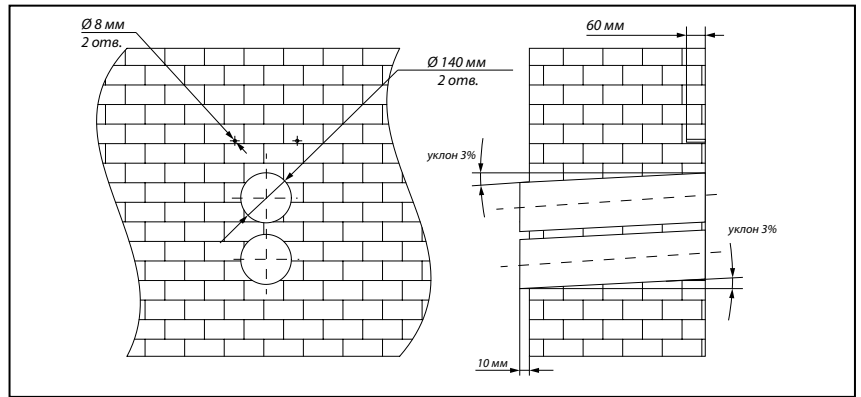

Рис. 6.
3. Снимите шаблон и высверлите сквозные отверстия для воздухопроводов под наклоном 2–3° в сторону улицы и отверстия глубиной 60 мм для дюбелей. Установите дюбеля из комплекта поставки в соответствующие отверстия, рис. 6.
3. Снимите шаблон и высверлите сквозные отверстия с наклоном 2-3° вниз для воздуховодов и отверстия глубиной 60 мм для дюбелей. Затем установите дюбели из комплекта поставки, рис. 6.